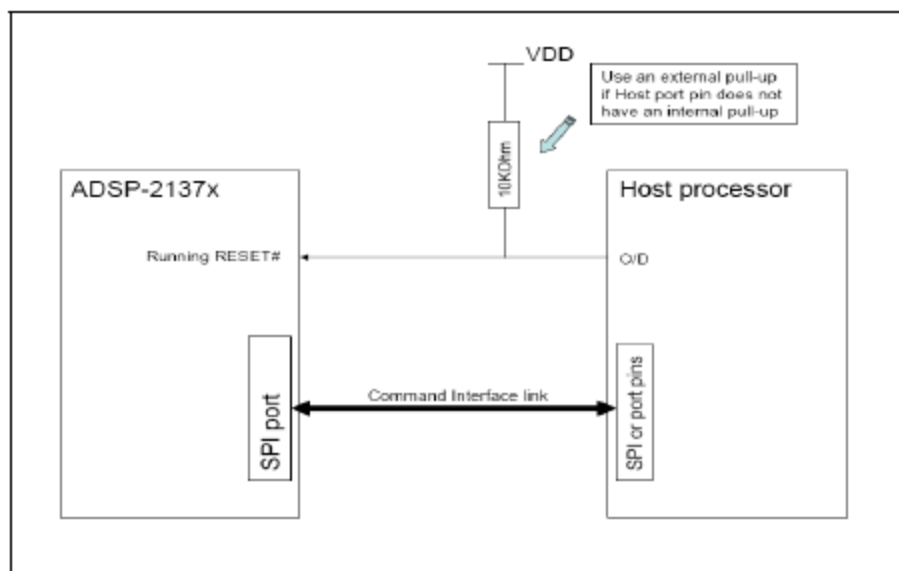

图1 执行重启操作的电行系统框图
- 另一个例子是关于 ADSP-2137xSHARC 处理器的 RSTOUT/CLKOUT 信号与运行重启功能的复用(见图 1)。在/RESET 信号启动时和启动后，该信号作为 RSOUT 功能。执行代码将该信号配置成输入，运行重启信号。当作为重启功能使用时，ADSP-2137x 处理器的 RSTOUT/CLKOUT 信号应该由主机的开漏极输出驱动。在上电时以及上电以后，除非软件把它配置成输入，执行重启信号，这个信号都是作为输出使用。如果此时将它与活动主机的开漏级输出连接，可能导致冲突甚至损坏驱动器。